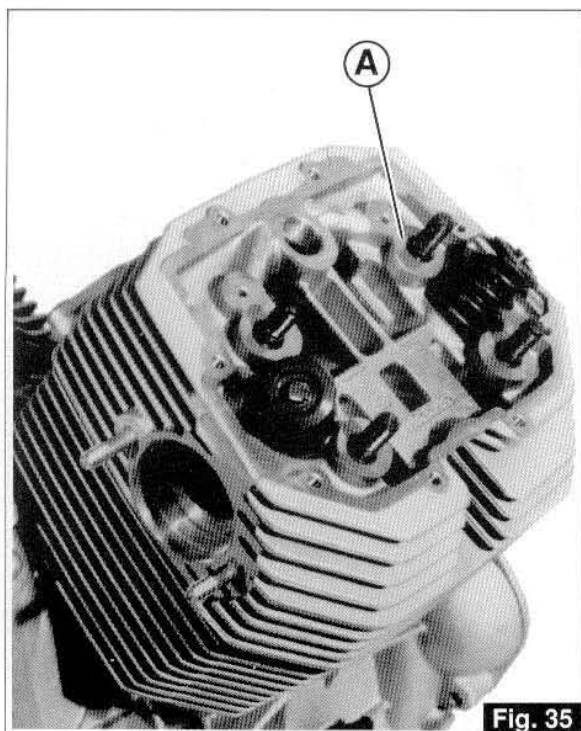

Fig. 35
- En écartant légèrement la culasse du cylindre, enlevez les 4 O-rings «A» et sortez la culasse (Fig. 35).
- Indem man den Zylinderkopf leicht vom Zylinder entfernt, die 4 OR-Ringe «A» abnehmen, dann den Zylinderkopf abziehen (Abb.35).